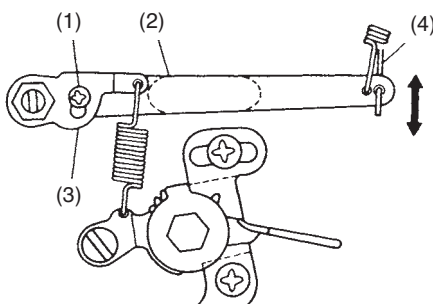
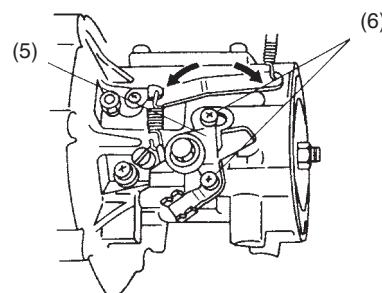

Рис. 12B
Рис. 12C
- 1) Сначала отключить двигатель, выкрутить винт А (1). Потянуть наружный рычаг регулятора (2) и нажать на пружинный рычаг регулятора (3), одновременно вновь затянуть винт А (Рис. 12B)
**ВНИМАНИЕ: После выполнения описанной выше операции проверить, чтобы дроссель (4) на карбюраторе или находился в положении холостого хода или в положении полного открытия.**
- 2) Чтобы настроить регулятор следует выкрутить винты (6), удерживающие блок рычага управления (5) на картере и сместить блок влево или вправо, чтобы получить максимальную скорость 6500 об/мин (Перемещение блока рычага управления влево увеличивает число оборотов, перемещение вправо снижает число оборотов) (Рис. 12C)